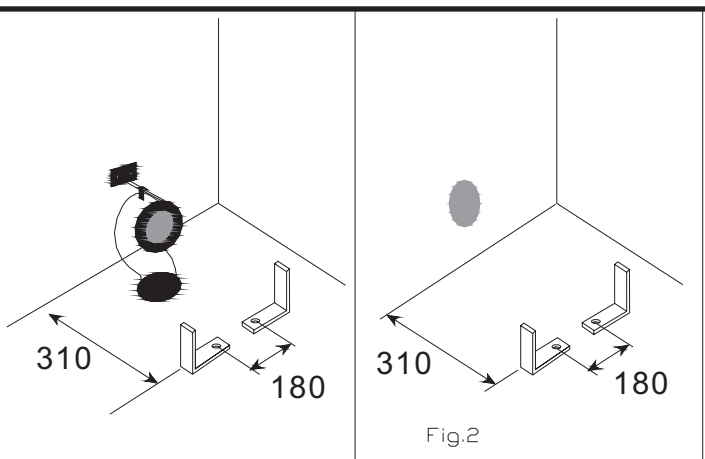

Fig.2
- 5- bloccare le due staffe a L al pavimento, seguendo le coordinate riportate in Fig. 2